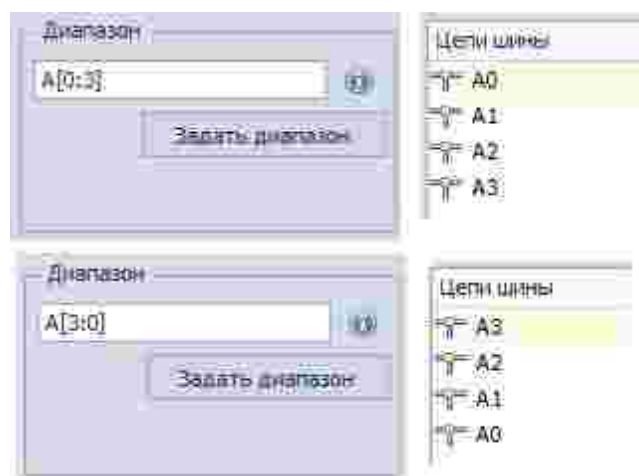

Рис. 159 Добавление диапазона - префикс и диапазон
- Prefix[Min:Max] или Prefix[Max:Min], см. Рис. 159.